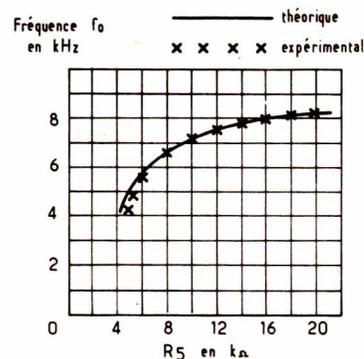

Figure 7
R5 sert de résistance de commande de la fréquence d'oscillation f0, donnée par la formule (8). Sur la **figure 7**, la courbe représente la fréquence f / (en kHz et en ordonnées) en fonction de T5 (en kΩ et en abscisses).